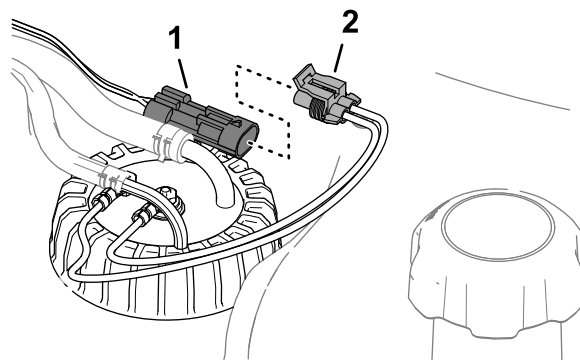

Figura 83
3. Retire el conector hembra de 2 vías del arnés del sensor de combustible del conector de 2 pines del arnés de cables de la máquina (Figura 83).